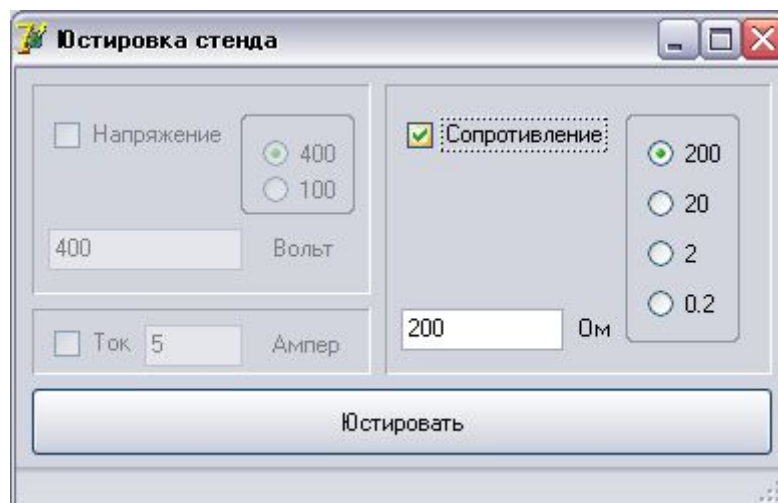

Рис. 18
3.2.7.2. Выбирается пункт верхнего меню «Юстировка», см. п. 2.3. На экране появляется окно рис. 18.